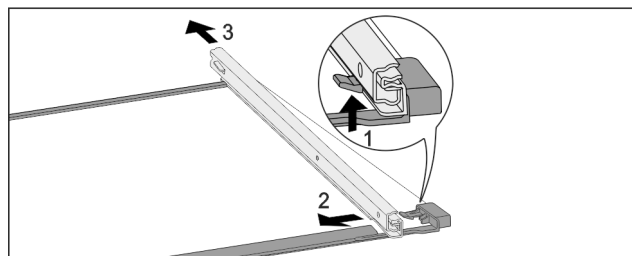

Fig. 179 Стеклянная пластина с направляющими
- ▶ Отожмите передний стопорный крючок вверх. Fig. 179 (1)
- ▶ Сдвиньте выдвижную направляющую в сторону Fig. 179 (2) и назад Fig. 179 (3).